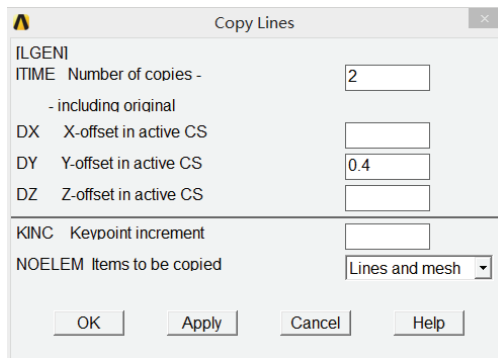

图 4-108 复制线段对话框
8) 选择 Main Menu | Preprocessor | Modeling | Copy | Lines 命令, 出现 Copy Lines 拾取菜单, 单击 Pick All 按钮, 出现 Copy Lines 对话框, 在 ITIME Number of copies 输入栏中输入 2, 在第 DY Y-offset in active CS 输入栏中输入 0.4, 如图 4-108 所示, 单击 OK 按钮关闭该对话框。